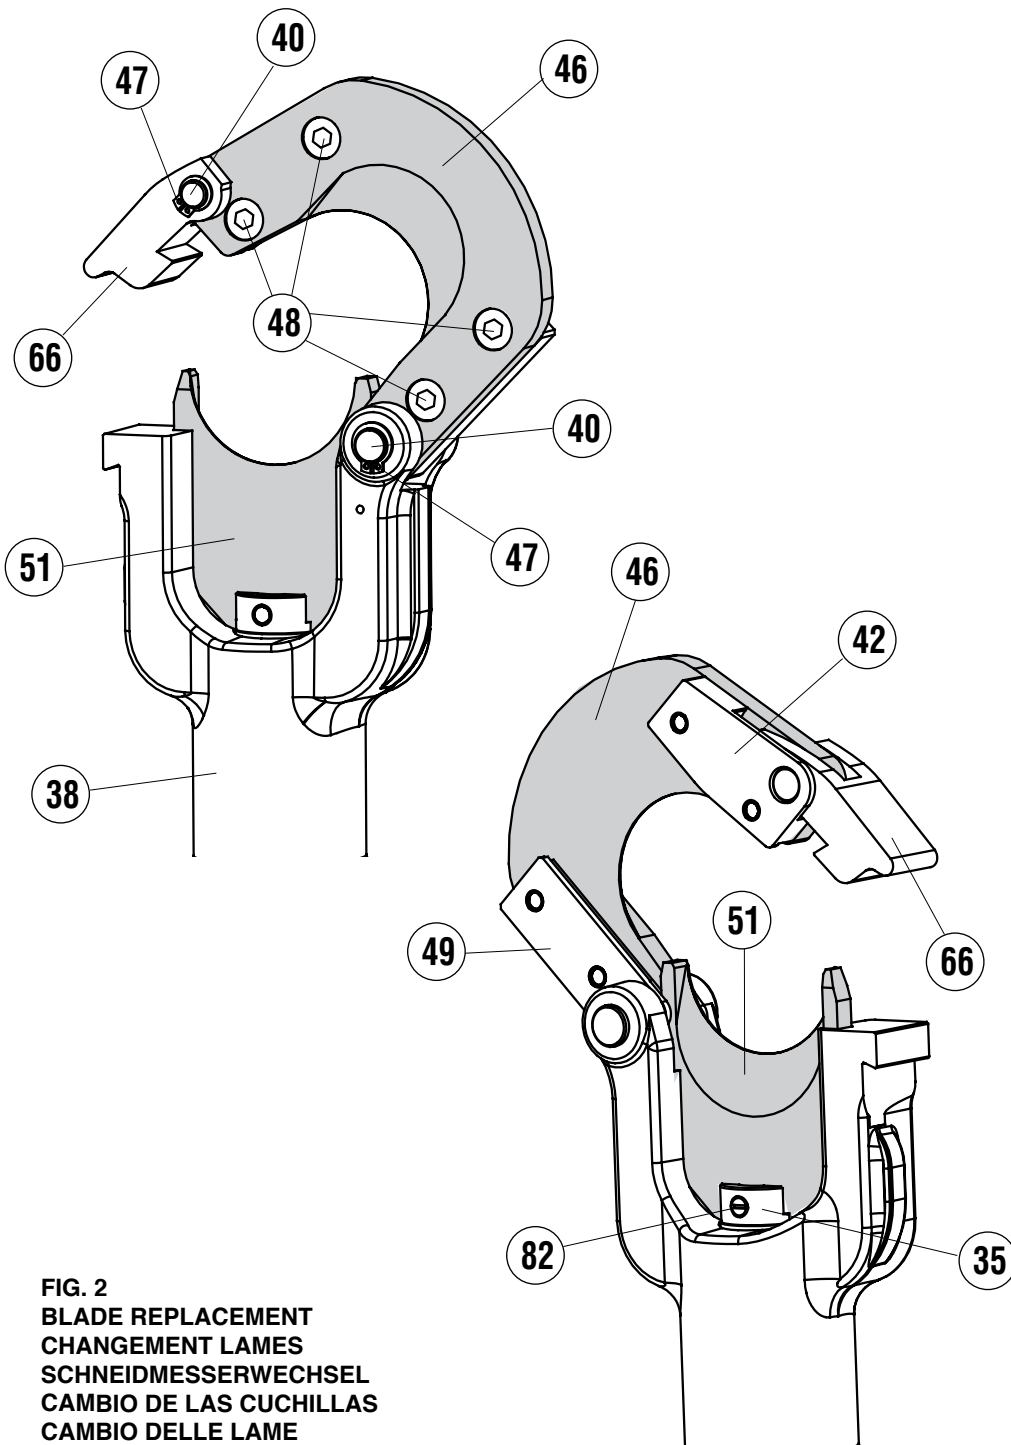

FIG. 2
5. SCHNEIDMESSER WECHSELN (Siehe Bild 2 Seite 23)
5. CAMBIO DE LAS CUCHILLAS (Ref. a Fig. 2 pag. 23)